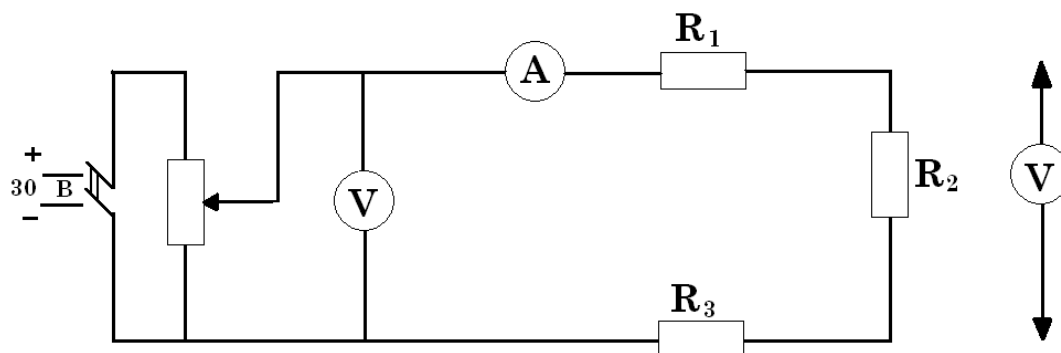

Рисунок 1 – Электрическая схема
2. Собрать электрическую схему цепи (рисунок 1), определить цену деления приборов.